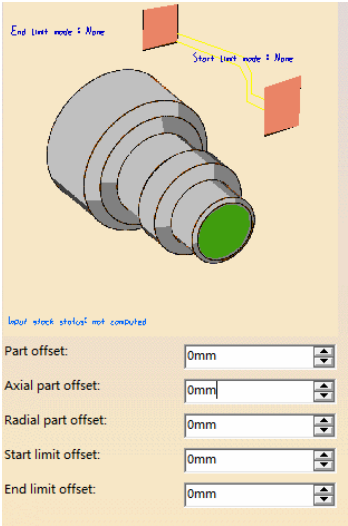

图 7-93 定义零件余量 (5)
- 定义零件余量（5）。在“Part Offset”文本框中输入“0mm”，设置余量大小为 0mm，如图 7-93 所示。